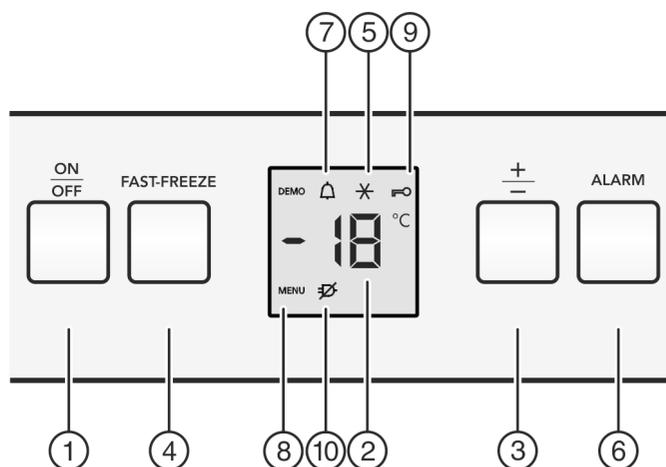

Fig. 2
- ▶ Appuyer sur la touche On/Off *Fig. 2 (1)*.
- ▷ L'appareil est enclenché. L'affichage de la température et le symbole Alarme *Fig. 2 (7)* clignotent jusqu'à ce que la température soit suffisamment froide.
- ▶ Appuyer environ 5 secondes sur la touche Fast-Freeze *Fig. 2 (4)*.
- ▷ Le symbole Menu *Fig. 2 (8)* apparaît dans l'affichage.
- ▶ Confirmer brièvement avec la touche Fast-Freeze *Fig. 2 (4)*.
- ▷ Le symbole Sécurité enfant *Fig. 2 (9)* s'allume dans l'affichage.
- ▶ Appuyer brièvement sur la touche On/Off *Fig. 2 (1)*.
- ▶ Appuyer sur la touche Alarme *Fig. 2 (6)*.
L'affichage de la température clignote en même temps que le symbole Alarme *Fig. 2 (7)*.
L'avertisseur sonore s'éteint automatiquement et le symbole Alarme *Fig. 2 (7)* et l'affichage de température arrêtent de clignoter lorsque la température est de nouveau suffisamment froide.